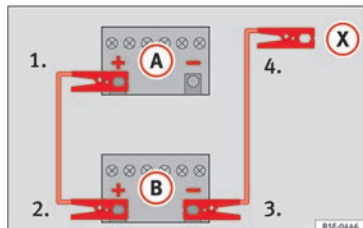

Fig. 78 Esquema de ligação para veículos sem sistema Start/Stop.
2. Ligue uma extremidade do cabo auxiliar de arranque *vermelho* ao polo positivo (+) do veículo com a bateria descarregada  » **Fig. 78**.
4. *Em veículos sem sistema Start-Stop*: ligar uma extremidade do cabo *preto* de emergência ao polo negativo (-) do veículo que fornece a corrente  » **Fig. 78**.